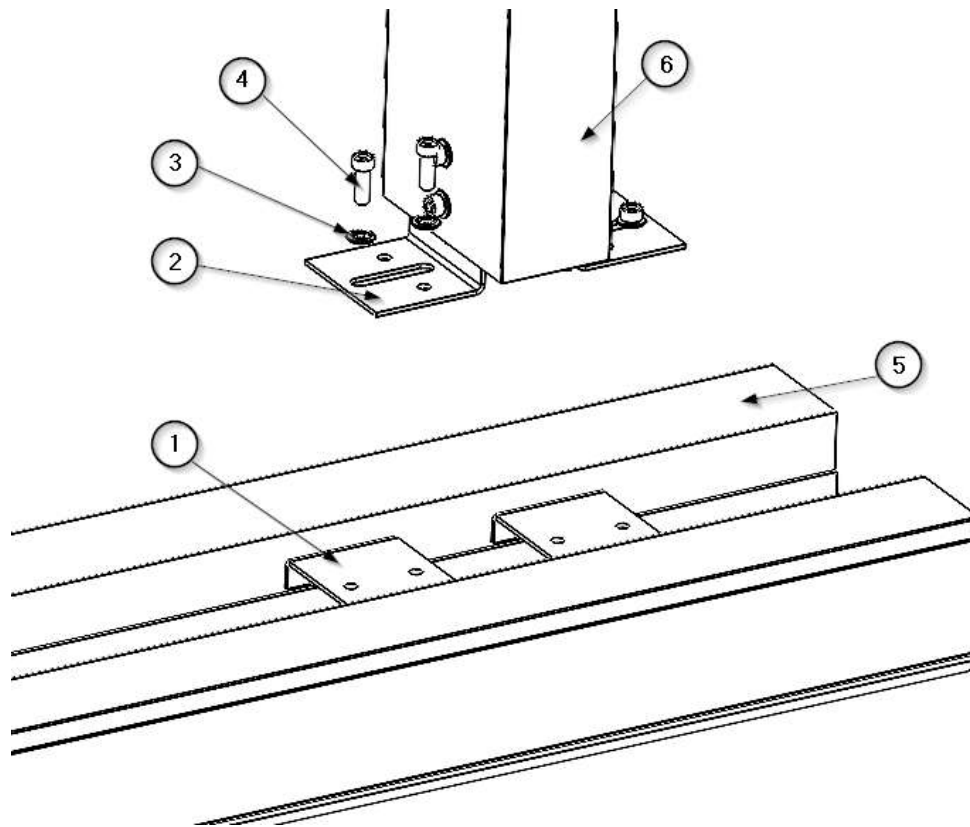

Fig. 11 Schema van de verankering van een deel van het hoofdgedeelte ATLAS op een regenpijp
- Verwijder met behulp van de zuignap ④ de bovenste afdekking tussen de twee afvoeren. Deze afdekking zit vastgeklemd.
- Plaats eerst de bovenste afdekkingen ①. U hoort een klikgeluid wanneer de clip vastklikt. Als het om de afdekking aan de zijkant gaat, schuif deze dan naar beneden totdat deze contact maakt met de afvoerpijp ② en klik vervolgens de clip vast.
In elk deel van het hangende kopstuk ⑤ (hoofdedeelte) bevinden zich de steunen ①, de inbusschroeven M8 x 25 mm ④ en de borgringen S10 ③ voor de verbinding met de platen ② die bij de afvoeren ⑥ worden geleverd. Zie afbeelding 11.